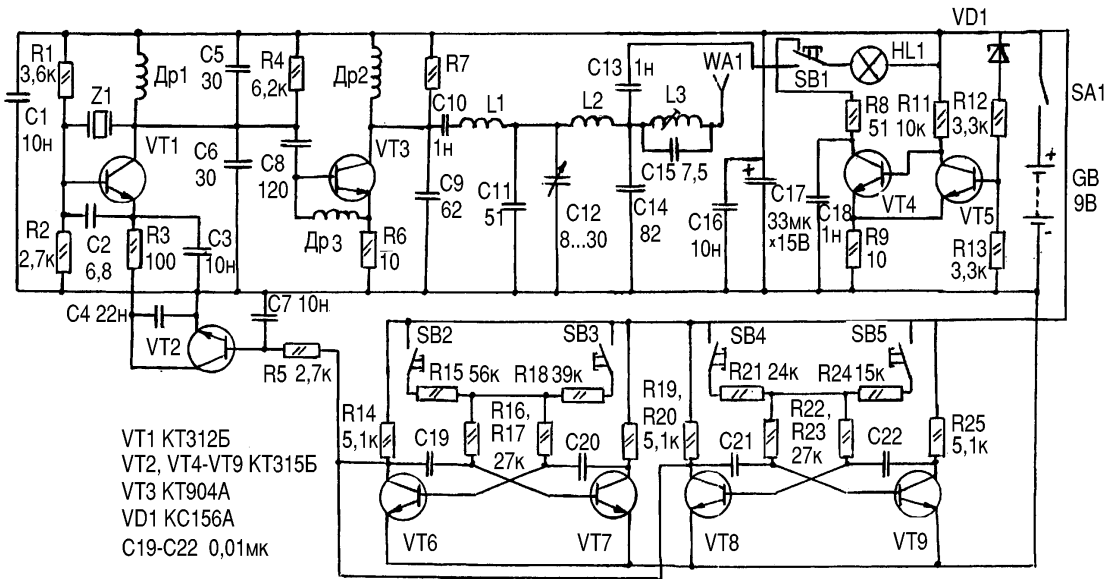

рис. 1
**Передатчик.** Принципиальная электрическая схема передатчика показана на рис. 1. В качестве модулятора использованы два мультивибратора (для исполнения двух независимых друг от друга команд). В них происходит поочередное открывание транзисторов VT6 и VT7 (VT8 и VT9), и на их коллекторах возникают противофазные импульсы тока, близкие по форме к прямоугольным, с разными частотами (в зависимости от сопротивлений R15, R18, R21, R24). В момент, когда транзистор VT6 (VT8) находится в открытом состоянии, сопротивление его участка коллектор-эмиттер подключается к ба-